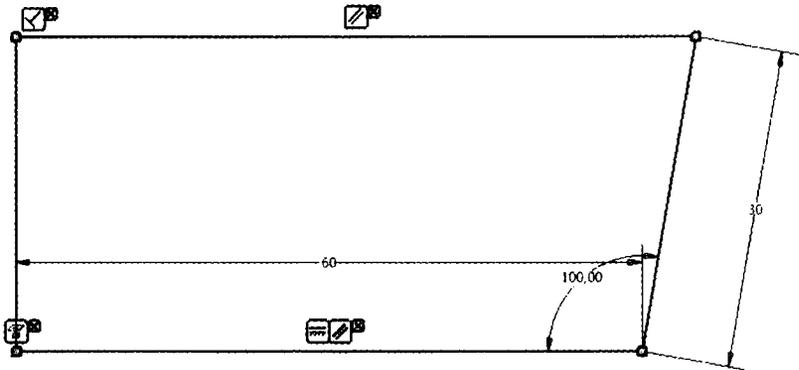

Рис. 3.7. Вы можете отобразить геометрические зависимости так же, как и размеры
2. Правой кнопкой мыши щелкните в рабочем пространстве и выберите **Показать все зависимости**. Вы также можете нажать **F8** для этого. На рис. 3.7 показан результат.